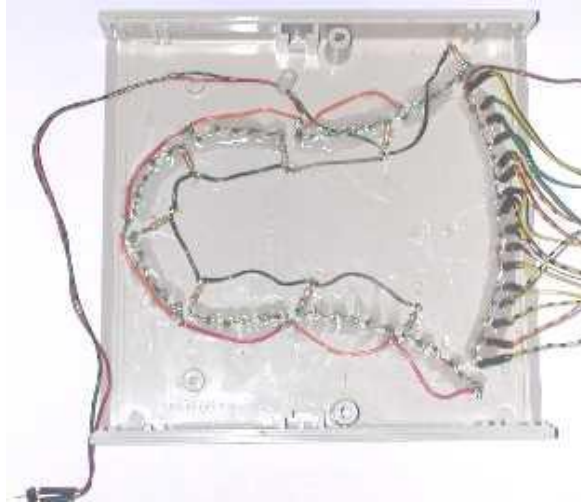

Bild 1: Gehäusedeckel
- Die grünen Leuchtdioden D17 bis D64 (diese Leuchtdioden symbolisieren die Glockenumrandung) so in die Löcher stecken, dass sich die Kathode (längerer Anschlussdraht) der einen Leuchtdiode bei der Anode (kürzerer Anschlussdraht) der nächsten Leuchtdiode befindet. Mit z.B. einem Heißkleber die Leuchtdioden an der Gehäuseinnenseite ankleben. An der Kathode jeder sechsten Leuchtdiode einen Widerstand (R9 bis R16) anlöten. Die benachbarten Leuchtdioden entsprechend dem Schaltplan miteinander verlöten. Mit isolierten Drähten die restlichen Verbindungen herstellen (siehe Bild 1). Zwei isolierte Drähte (ca. 20 cm Länge, in den Farben rot und schwarz) an den 2poligen Kontaktstreifen anlöten. Die Lötstellen mit Schrumpfschlauch isolieren. Die anderen Enden der beiden Drähte nach Bild 1 anlöten.
- Die roten Leuchtdioden D1 bis D16 (diese Leuchtdioden symbolisieren den Klöppel) so in die Löcher stecken, dass alle Kathoden (längerer Anschlussdraht) zum Gehäuserand zeigen, während die Anoden (kürzerer Anschlussdraht) nach innen zeigen. Mit z.B. einem Heißkleber die Leuchtdioden an der Gehäuseinnenseite ankleben. Die Kathoden miteinander verlöten. An jede Anode und an die gemeinsame Kathode einen Anschlussdraht (ca. 15 cm Länge) anlöten. Die anderen Enden der Leitungen an den 17poligen Kontaktstreifen anlöten, wobei der linke Anschluss die gemeinsame Kathode und die weiteren Anschlüsse der Reihenfolge der Leuchtdioden entsprechen müssen. (siehe Bild 1). Schrumpfschlauch an beiden Drahtenden nicht vergessen!